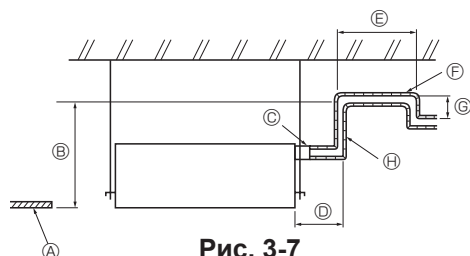
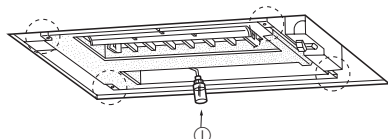

Рис. 3-7
Рис. 3-8
**В случаях, когда дренажные тубы направлены вверх (Рис. 3-7)**
- Максимально допустимый размер вертикального отрезка в ⑥ составляет 60 см от нижней поверхности потолка. Данный вертикальный отрезок должен быть максимально коротким.
**Проверка дренажного стока (Рис. 3-8)**